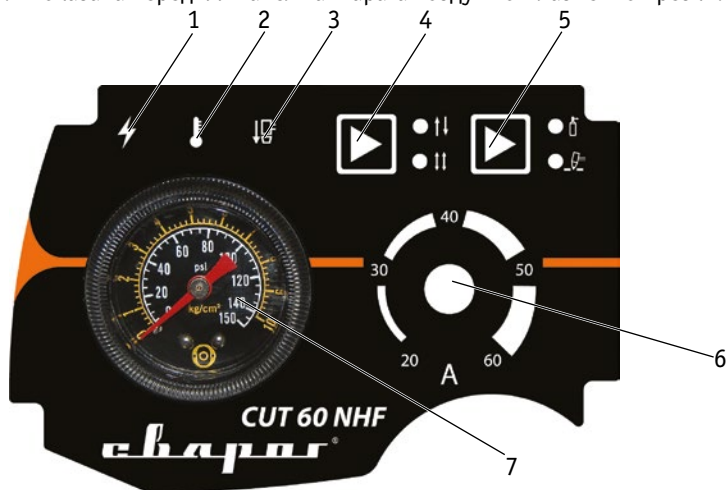
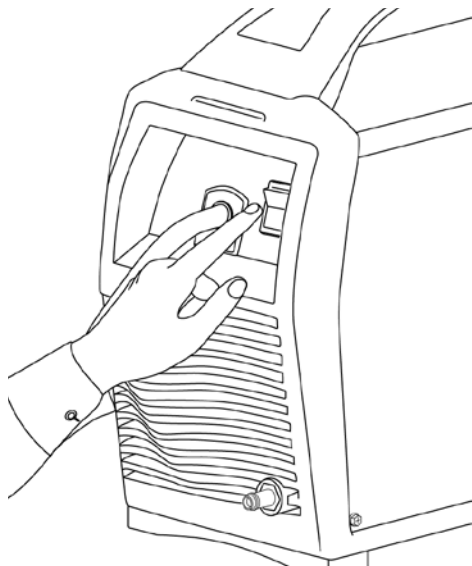

Рис. 7.1. Передняя панель.
Рис. 8.8. Включение аппарата.
2. Панель управления (См. рис. 7.1).
Включите аппарат (См. рис. 8.8). На передней панели загорится индикатор (См. рис. 7.1, п.1).